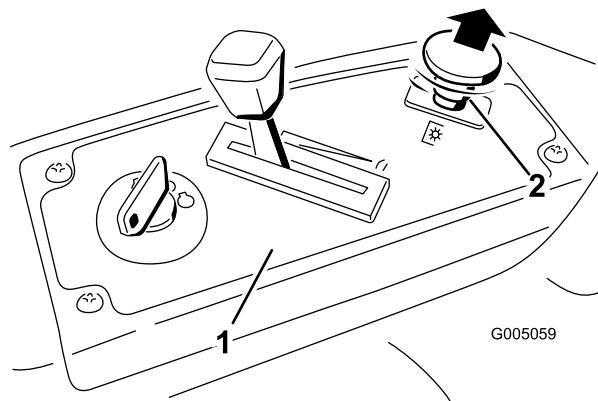

Figura 11
3. Innestate le lame estraendo il relativo comando su On (Figura 11).